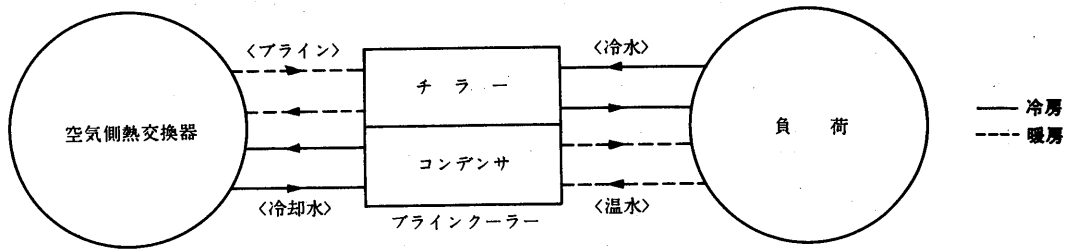

図1 ヒートポンプユニットBCH形による冷暖方式
- 三菱ブライン式ヒートポンプは空対水方式のなかでも特に冷媒回路の切換えなしに冷房・暖房ができるものです。すなわち、図1に示すように夏期は従来のチリングユニットと全く同様の方法で冷房を行い、冬期は水側バルブの切換えを行ってチラー側にブラインを使用し、これを空気側熱交換器〈クーリングタワー〉で暖めることによって空気熱源を利用し暖房を行うものです。